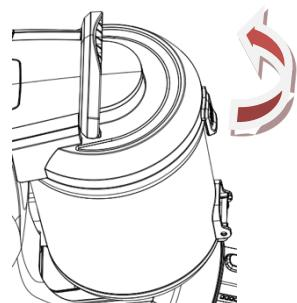

Fig.12
3) Zoals in fig.12, draai de afdekking van de HEPA om deze van de kamer lost te maken.